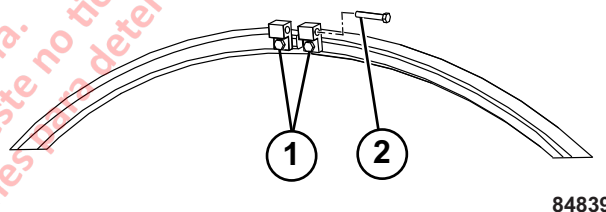

FIGURA 2-10.
3. Inserte el perno de retención (2, Figura 2-10) a través del retenedor sin rosca y dentro del retenedor que está roscado. Apriete el perno ligeramente.